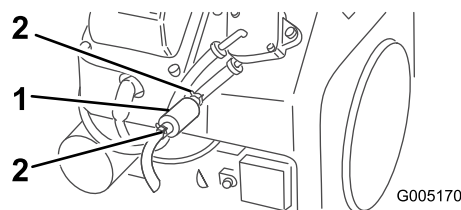

Рисунок 28
4. Сожмите концы шланговых хомутов и сдвиньте их с фильтра (Рисунок 28).
5. Поместите под топливопроводы сливной поддон, чтобы собрать утечки, после чего снимите фильтр с топливопроводов (Рисунок 28).